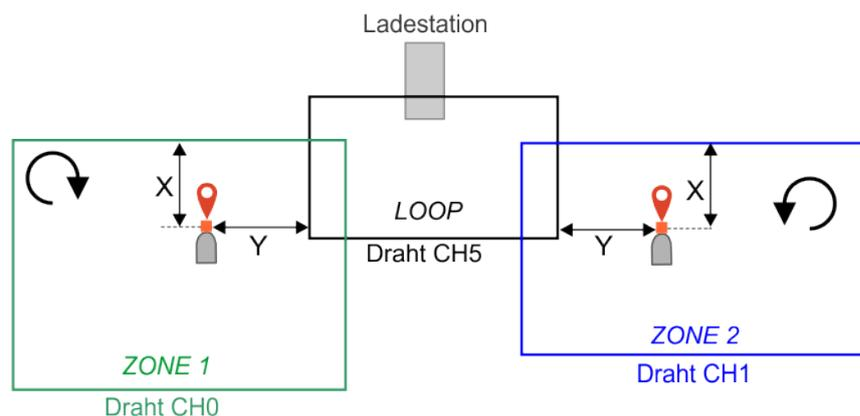

Abbildung 158: Infrastruktur
16. Positionieren Sie den Roboter an der gewünschten Stelle in ZONE 1. Dies muss sich auf die für ZONE 1 definierte Rückkehrrichtung beziehen. In diesem Beispiel ist dies im Uhrzeigersinn  wie in Abbildung 158: Infrastruktur (Seite 131) gezeigt. X muss > 5 m sein. Y muss > 10 m sein. Der Roboter muss in Richtung Draht fahren.
21. Positionieren Sie den Roboter an der gewünschten Stelle in ZONE 2. Dies muss sich auf die für ZONE 2 definierte Rückkehrrichtung beziehen. In diesem Beispiel ist dies gegen den Uhrzeigersinn  wie in Abbildung 158: Infrastruktur (Seite 131) gezeigt.